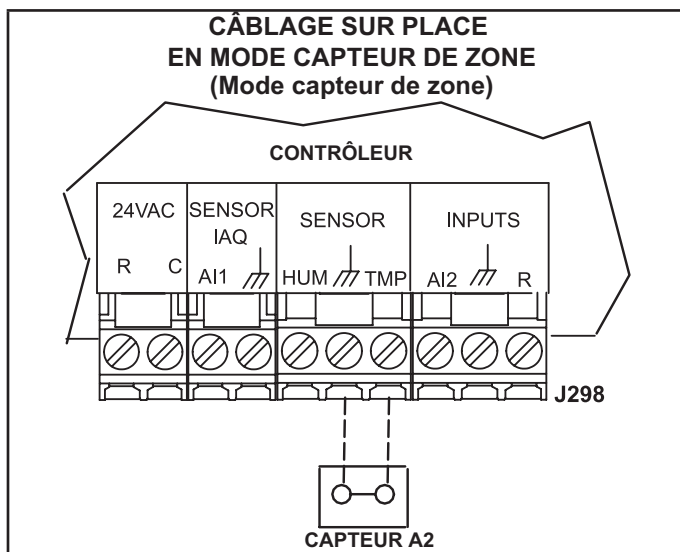

**FIGURE 8**
Le contrôleur de l'unité fait fonctionner deux stages de chauffage et de climatisation en fonction des demandes du thermostat. Installez le thermostat conformément aux instructions fournies avec le thermostat. Reportez-vous à la FIGURE 8 pour le câblage sur place et référez-vous aux schémas de câblage sur l'unité.
- 2 - Effectuez les connexions électriques comme indiqué à la FIGURE 8 pour le mode thermostat et à la FIGURE 9 pour le mode capteur de zone. En outre, connectez un capteur d'humidité ou une entrée de déshumidification. Reportez-vous à la FIGURE 10 ou à la FIGURE 11 pour le câblage du capteur d'humidité ou à la FIGURE 12 pour le câblage de l'entrée de déshumidification.